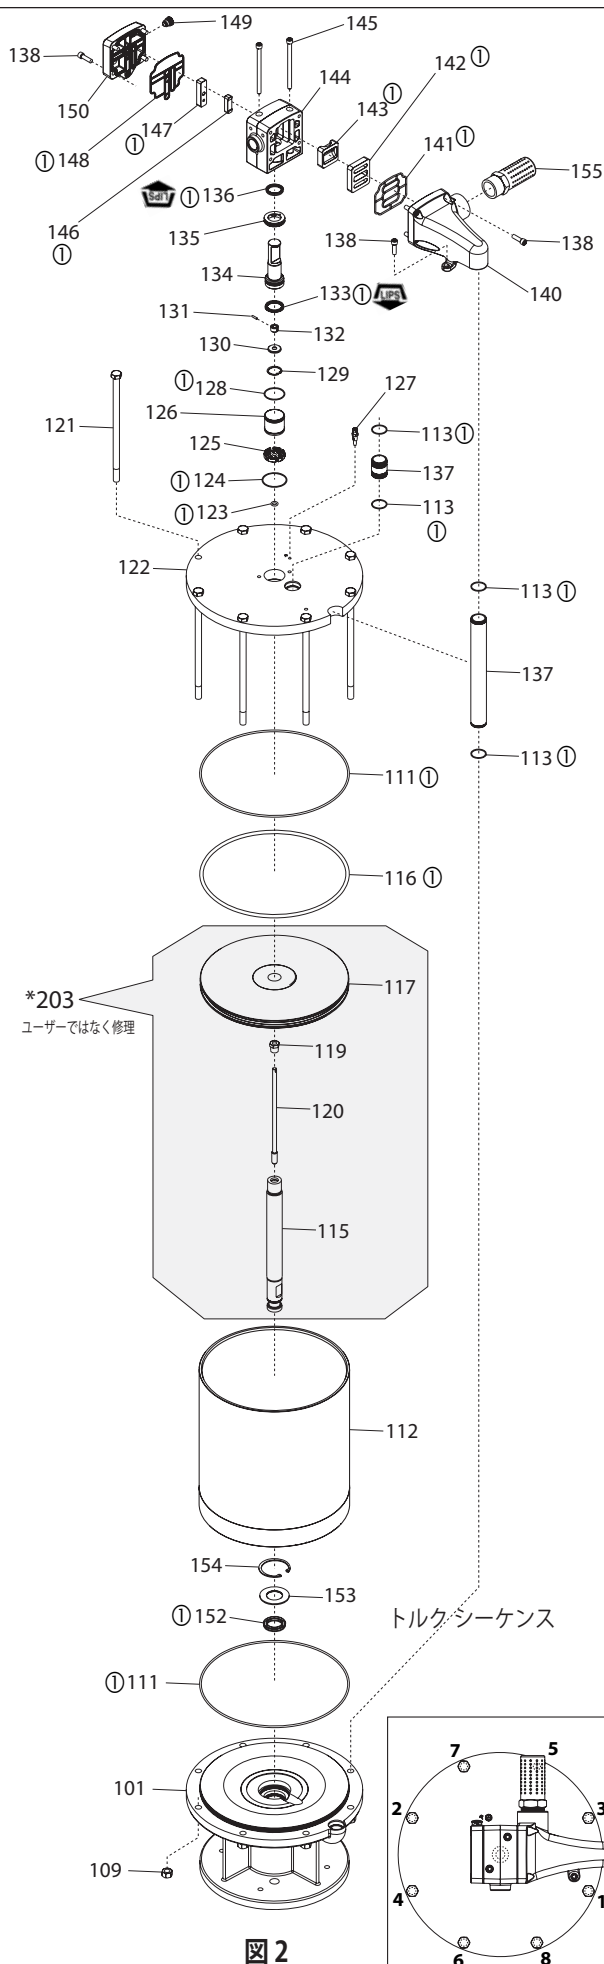

図 2
2. (152) 番 U カップ、(153) 番 ワッシャ、(154) 番スナップ リングを (101) 番ベース アセンブリに取り付けます。
3. (111) 番 O リングを (101) 番ベース アセンブリの溝部に取り付けます。
4. (116) 番 O リングを (117) 番ピストンの溝部に取り付けます。
5. (115) 番ピストン ロッドを (101) 番ベース アセンブリに通し、(152) 番 U カップや (102) 番 O リングの縁を傷つけないよう注意しながら押し込みます。
6. (112) 番エア シリンダの内側に潤滑剤を塗布し、(203) 番ピストン アセンブリに被せて (101) 番エア モータ アセンブリまでスライドさせます (ページ 2 の図 2 を参照)。
7. (122) 番ヘッド プレートのノッチを (101) 番ベース アセンブリのポートに合わせ、(122) 番ヘッド プレートを押し下げて (112) 番エア シリンダに装着させます。ここで、(120) 番のトリップ ロッド アセンブリが (122) 番ヘッド プレートの中央を貫通している必要があります。
8. (122) 番ヘッド プレートと (101) 番ベース アセンブリに (121) 番ボルト 8 点を取り付けます。
9. (121) 番六角頭ボルトに (109) 番ナット 8 点を取り付け、指定されたトルクの順序と値に応じて締め付けます。
10. (120) 番トリップ ロッド アセンブリをエア モニタ アセンブリからできるだけ遠くに引き離し、(123) 番 O リングを (120) 番トリップ ロッド アセンブリに被せて (122) 番ヘッド プレートのグランドまでスライドさせます。
11. (125) 番キャップを (120) 番トリップ ロッド アセンブリに被せ、(122) 番ヘッド プレートのボアまでスライドさせます。
12. まず (129) 番スナップ リングを、続いて (130) 番ワッシャを (120) 番トリップ ロッド アセンブリに向かってスライドさせます。
13. (132) 番ドライバを (120) 番トリップ ロッド アセンブリに被せてスライドさせます。(132) 番ドライバと (120) 番トリップ ロッドの穴の位置を合わせ、(131) 番ピンを挿入します。
14. (133) 番 U カップを (134) 番スプールに取り付けます。この際、(133) 番 U カップの縁が下方の (122) 番ヘッド プレートの方向を向くよう取り付けてください。
15. (134) 番スプールを (132) 番ドライバに被せて (120) 番トリップ ロッドに向かってスライドさせ、その裏側に (130) 番ワッシャを挿入します。スナップ リング プライヤを使って (129) 番スナップ リングを (134) 番スプールの内部溝に取り付けます。この際、(129) 番スナップ リングが溝に完全に咬合しているか確認してください。(134) 番スプールを (125) 番キャップの上部にある (122) 番ヘッド プレートのボア内にスライドさせます。
16. (126) 番スリーブの内側に潤滑剤を塗布し、(134) 番スプールに向かってスライドさせ (125) 番キャップに装着します。この際、(125) 番キャップを (126) 番スリーブの大型テーパに取り付けるよう注意してください。